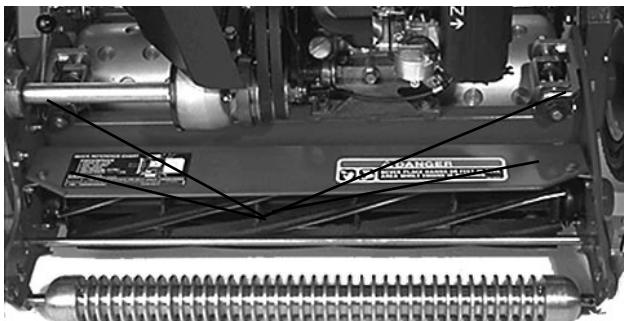
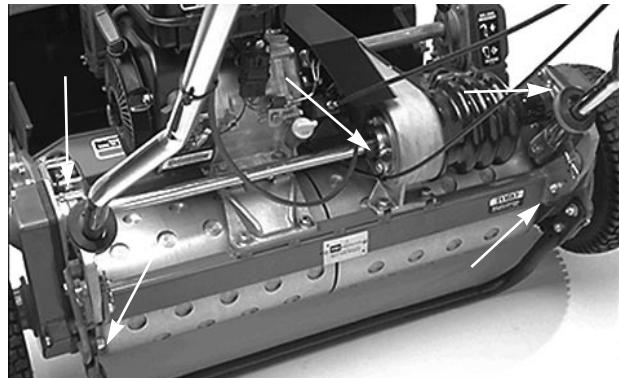

Fig. 17
Fig. 18
2. Os locais onde se encontram acessórios de lubrificação são: (2) no rolo dianteiro (Fig. 17), (2) nos mancais dos carretéis (Fig. 17), (2) nos eixos do tambor (Fig. 18), (3) no diferencial (Fig. 18), (2) nos mancais do contraveio dos carretéis (Fig 19) e (1) na articulação falsa da correia (Fig. 20).